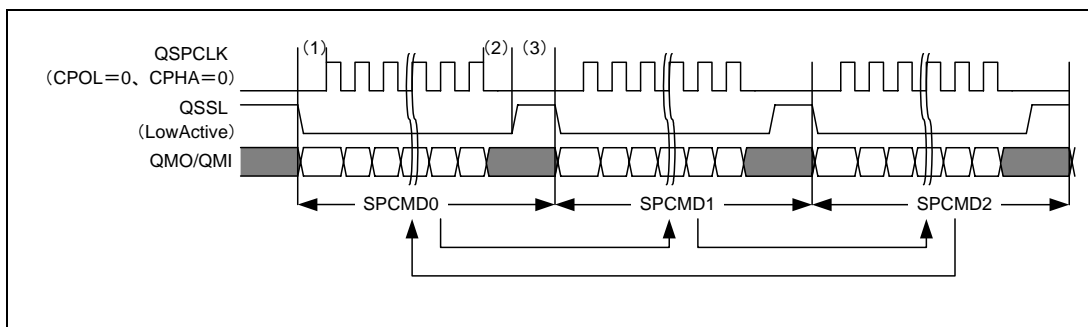

図 40.11 シーケンス制御動作例
シーケンス制御レジスタを H'02 に設定し、SPCMD0~2 を用いてシーケンスを構成したときの動作例を図 40.11 に示します。図中 QMO/QMI の灰色部は無効データを表します。また、図中 (1) ~ (3) は以下を示します。